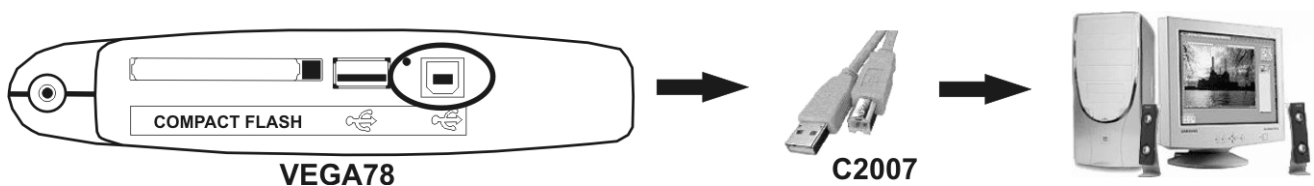

Fig. 183: Collegamento strumento a PC
3. Collegare lo strumento al PC usando il cavo C2007 (USB "A" → USB "B") fornito in dotazione come mostrato in Fig. 183: